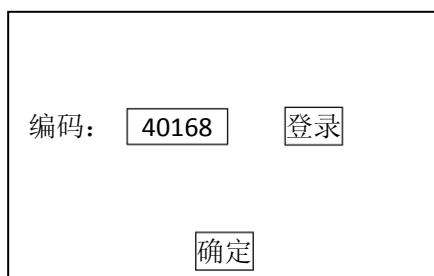

图 3-10
- 4) 选择【11 安全登录】，输入登录号：40168，按【登录】执行操作。如图 3-10；